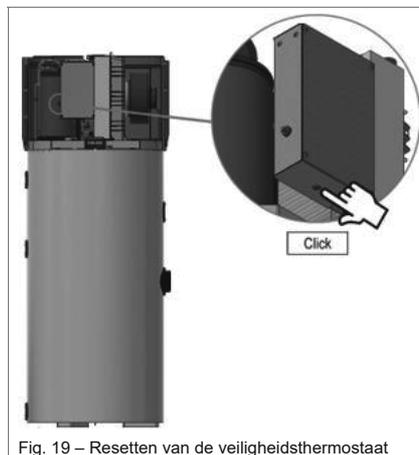

Fig. 19 – Resetten van de veiligheidsthermostaat
- De geactiveerde veiligheidsthermostaat via de bovenkant manueel resetten (Fig. 19). Als de beveiliging werd geactiveerd, zal de centrale pen van de thermostaat ongeveer 4 mm naar buiten toe uitsteken;